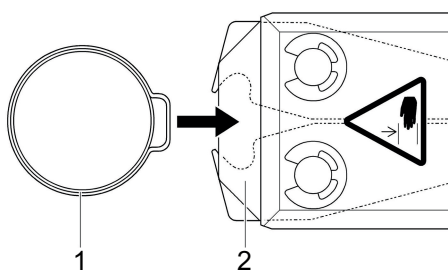

Fig. 14: Insertar la abrazadera
1. Introduzca la oreja de la abrazadera OETIKER (Fig. 14/1) en la zona de apriete del cabezal de la tenaza (Fig. 14/2).